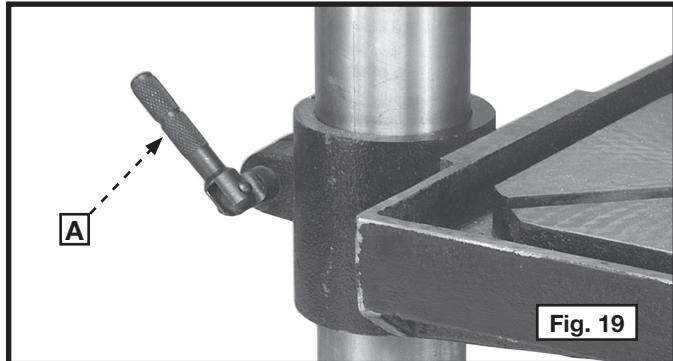
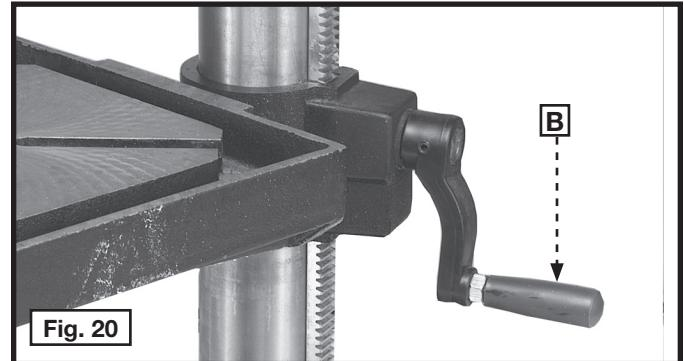

Fig. 19
Fig. 20
- Usted puede subir o bajar el banco aflojando la abrazadera del banco (A) Fig. 19 y girando el mango de ajuste del banco (B) Fig. 20. Cuando el banco esté a la altura deseada, apriete la abrazadera (A) Fig. 19.
- Puede girar el banco 360 grados en la columna aflojando la abrazadera (A) Fig. 19, girando el banco a la posición deseada, y apretando la abrazadera (A).